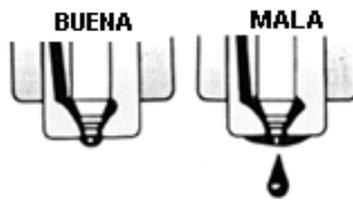

FIGURA 6.2 ESTANQUEIDAD DEL INYECTOR
6. Cerrar la válvula de paso y observar la estanqueidad del inyector, si gotea combustible por el inyector (figura 6.2).